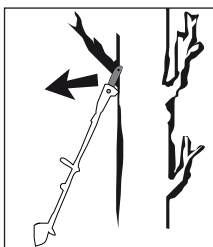

Bild 2
- Ett kast kan uppstå om styrskenans ②3 spets kommer i kontakt med ett föremål eller när en gren böjs så att sågkedjan ①7 kläms fast i snittet (se bild 2).